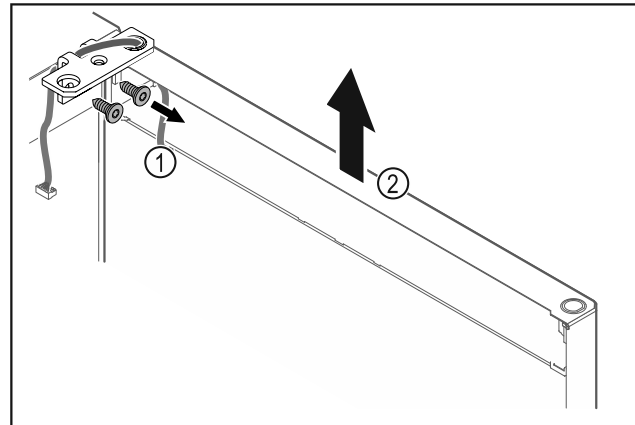

Fig. 16
- ▶ Scharnierwinkel Fig. 16 (1) abschrauben.
- ▶ Tür inklusive Scharnierwinkel Fig. 16 (2) circa 200 mm gerade nach oben heben und abnehmen.